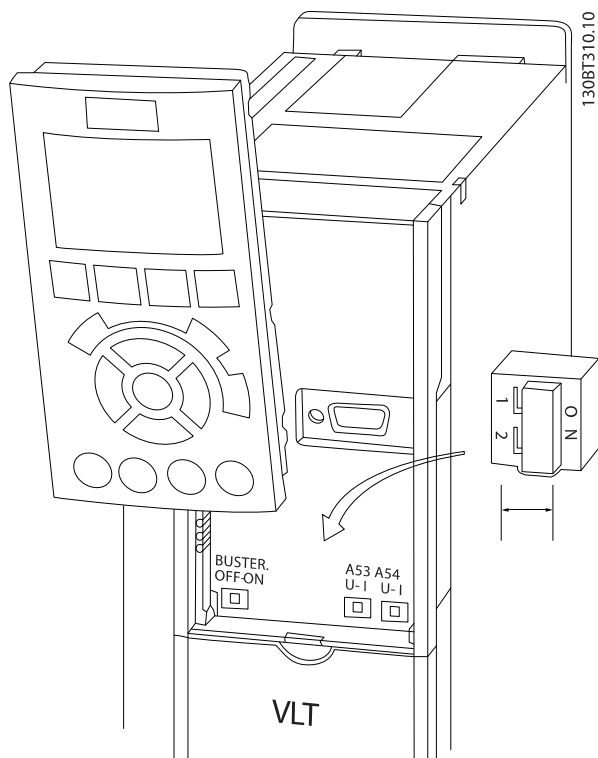

図 2.19 端子 53 と 54 スイッチの位置
- LCP をはずすと、スイッチにアクセスできます (図 2.19 参照)。ユニットに利用できるいくつかのオプションカードでは、これらのスイッチをカバーしており、スイッチ設定変更の場合は外す必要があります。オプションカードを外す前に、電力を必ず切ってください。